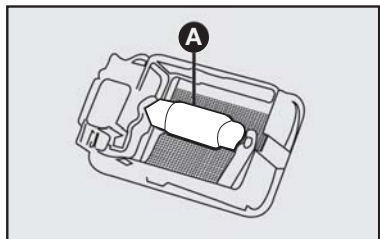

fig. 57
3) retirar a lâmpada A puxando-a de sua sede **fig. 57**.